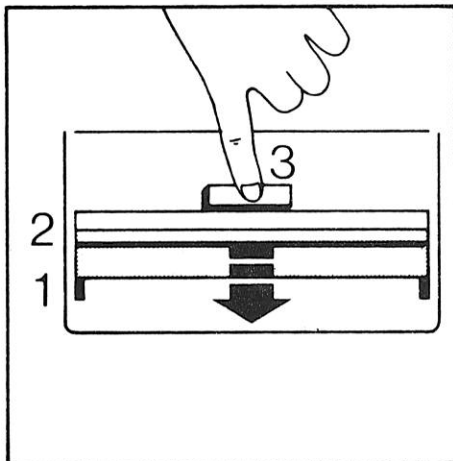

Abbildung 7-a :
Bei erloschener oder flackernder Kontroll-Lampe bewirkt leichter Fingerdruck auf die Entriegelungstaste (3), daß die Verschlussklappe von Position (2) nach Position (1) nach unten zurückspringt. Damit wird die Schachöffnung des Laufwerkes freigegeben (Abbildung 7-a).